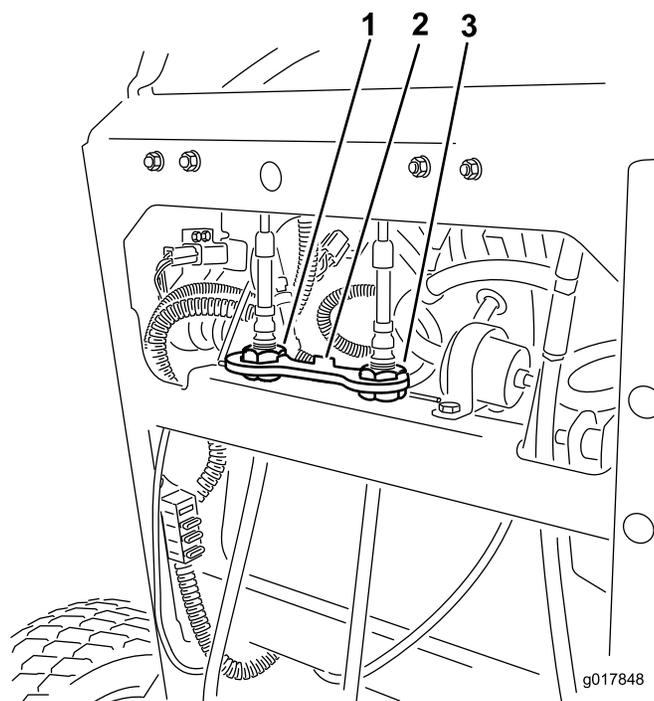

図 55
4. 右ケーブル調整器を回して、右側走行コントロールレバーがコントロールパネルのニュートラルロックスロットの中央にくるようにする 図 55。